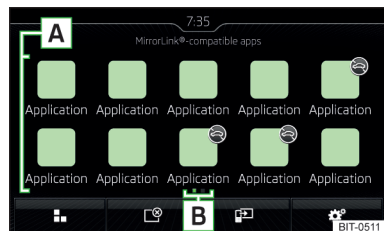

Fig. 200
- Seleccionar en el menú principal la conexión MirrorLink® la aplicación deseada en el área A » fig. 200 de la pág. 173.
- Pulsar en el menú principal de la conexión MirrorLink® la superficie funcional » fig. 200 de la pág. 173, se visualiza la última aplicación visualizada.
Si se quiere visualizar otra aplicación, entonces se debe pulsar en el menú principal la conexión MirrorLink® la superficie funcional de la aplicación deseada A » fig. 200 de la pág. 173.